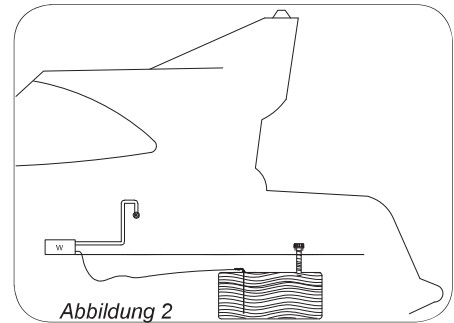

Abbildung 2
2. Der Brennstoff kann zeitweise über den Brenner/Herd steigen (z. B. im Brennstofftank-Füllstutzen oder wenn sich das Boot neigt). *Abbildung 2.*